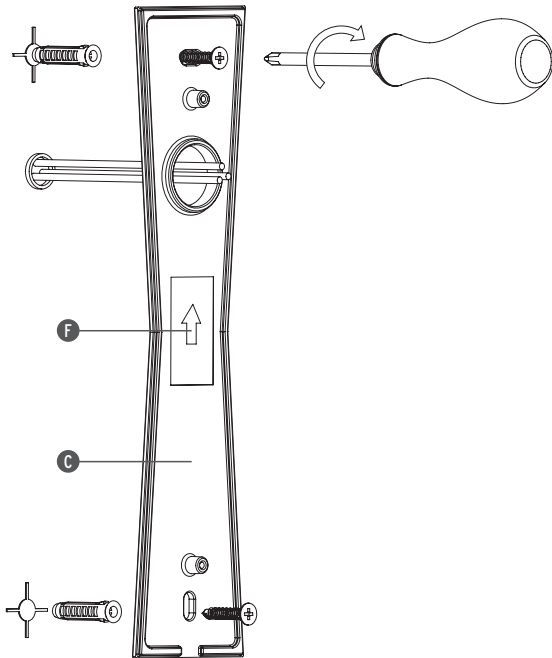

Fig. 3
- <IT> Fig.3 Fissare l'attacco a parete (C) con viti e tasselli ad espansione avendo cura di rispettare il corretto orientamento indicato dalla freccia (F) e facendo passare i cavi di alimentazione attraverso l'apposito foro. **NOTA BENE:** Scegliere tasselli ad espansione idonei alla superficie di montaggio.
- <GB> Fig.3 Fix the wall attachment (C) with screws and rawl plugs taking care to put it the correct way up as indicated by the arrow (F) and passing the power cables through the correct hole. **NOTE:** Choose screw anchors that are suitable for the surface which shall be assembled upon.
- <DE> Abb.3 Befestigen Sie den Wandanschluss (C) mit Schrauben und Spreizdübeln, achten Sie dabei auf die richtige Ausrichtung laut Pfeil (F) und ziehen Sie die Stromkabeln durch die entsprechende Öffnung. **HINWEIS:** für die für die Montage vorgesehene Fläche passende Spreizdübel auswählen.
- <FR> Fig.3 Fixer l'attache murale (C) avec les vis et les chevilles à expansion en respectant le sens de la flèche (F) et en faisant passer les câbles d'alimentation à travers le trou prévu à cet effet. **NOTE:** choisir les chevilles à expansion appropriées à la surface destinée au montage.
- <ES> Fig.3 Fijar el soporte (C) a la pared con los tornillos y los tacos de expansión respetando la orientación correcta de la flecha (F) y prestando especial atención al pasar los cables de alimentación a través del agujero correspondiente. **NOTA:** Elegir los tacos de expansión idóneos para la superficie destinada al montaje.
- <PT> Fig.3 Fixar o suporte à parede (C) com os parafusos e as buchas de expansão, tendo o cuidado de respeitar a orientação correcta indicada pela seta (F) e passar os cabos de alimentação através do respectivo orifício. **OBSERVAR BEM:** Escolher as buchas de expansão correctas de acordo com a superfície destinada à montagem.
- <RUS> Рис.3 Закрепить несущую панель (C) с помощью шурупов и дюбель-пробок, соблюдая правильное направление, указанное стрелкой (F) и пропуская провода питания через специальное отверстие. **ПРИМЕЧАНИЕ:** Выбирать расширительные вставки, соответствующие поверхности, предназначенной для монтажа.